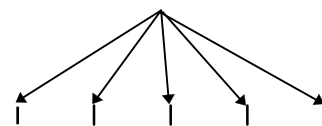

Abbildung 3-6
5. Die Abstandsstücke müssen vor der Montage mit einer Schere auf einer Seite ausgeschnitten werden. Beachten Sie Abb. 3-6, damit Sie an den richtigen Stellen schneiden.